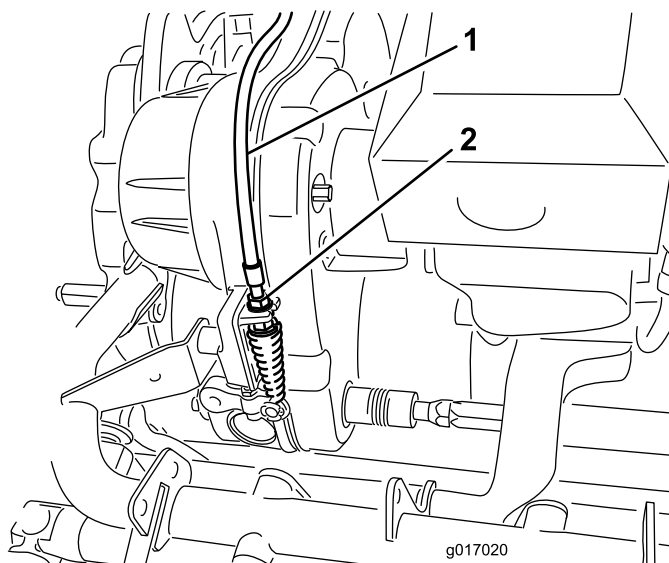

Рисунок 51
- На переходнике трансмиссии отрегулируйте тросик управления барабаном (Рисунок 51) так, чтобы длина пружины составила 70,6–72,4 мм.